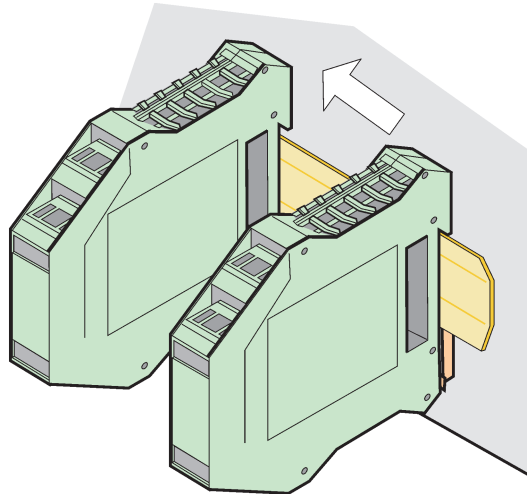

Bild 74 Anbringen von mehreren Erweiterungsmodulen
4. Bei mehreren Modulen installieren Sie die Module nebeneinander auf der DIN-Schiene und schieben die Module zusammen (Bild 74). Auf diese Weise werden das Netzwerk und die Stromversorgung in den Modulen miteinander verbunden.